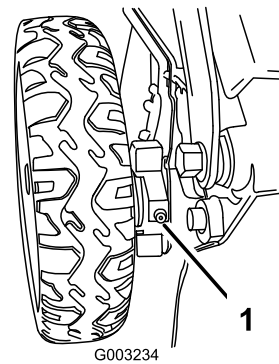

Figure 33
1. Essuyez les graisseurs situés juste à l'intérieur des roues arrière avec un chiffon propre (Figure 33).